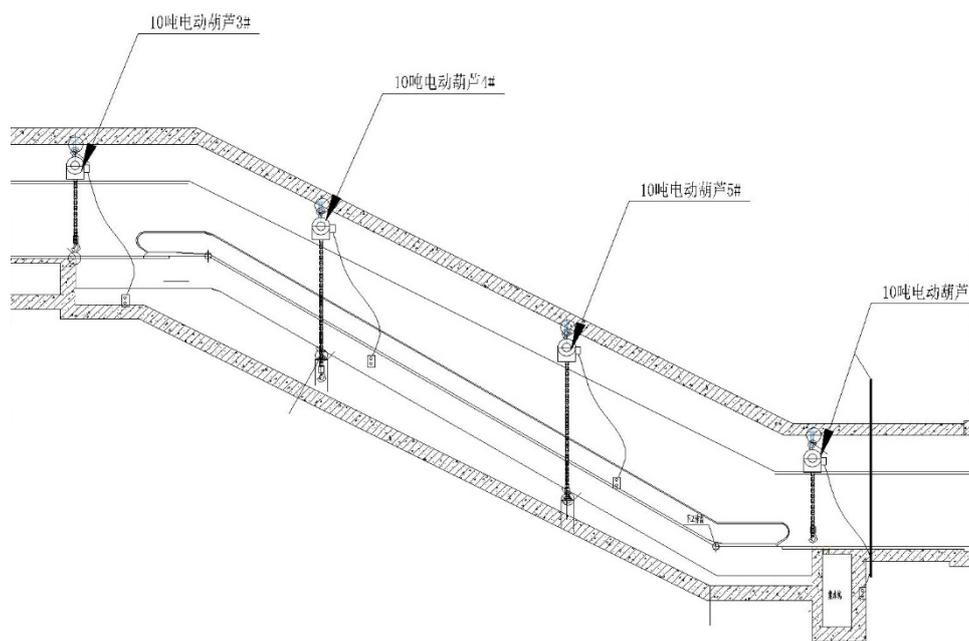

图 8 拼接示意图
5、将头部运输至井道口处与中段 3# 尾端接口面拼接，然后利用四台 10 吨电动葫芦 (挂于井道预留吊钩上) 和 5 吨手拉葫芦 (挂于井道拉力板上) 将扶梯同时受力向下吊装至井道居中，放置好垫铁，进行定位。如图 8 所示。